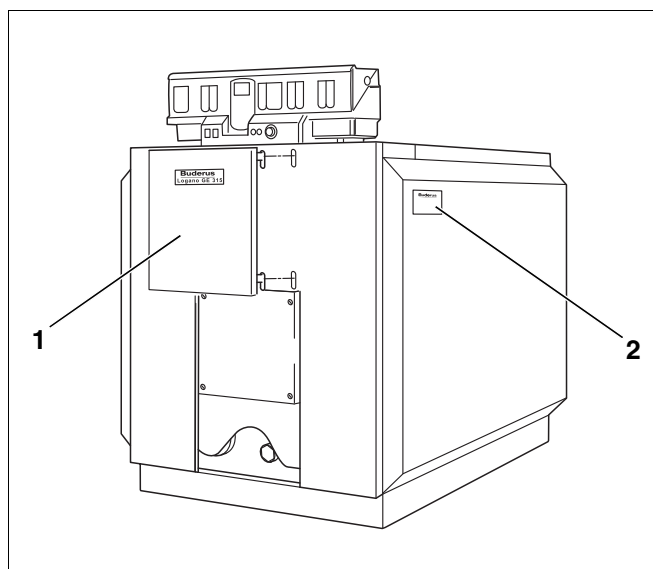

Fig. 42 Aggancio dello schermo della porta del bruciatore
- Agganciare lo schermo della porta del bruciatore nei ritagli del pannello anteriore (fig. 42, [1]).
- Fissare la targhetta dati (fig. 42, [2]) sul pannello laterale destro o sinistro, a seconda delle condizioni di installazione.